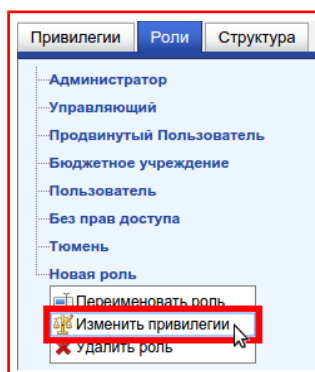

Рисунок 9.7 — Меню роли «Изменить привилегии»
- 2) В появившемся меню выбрать **«Изменить привилегии»**, рисунок 9.7;